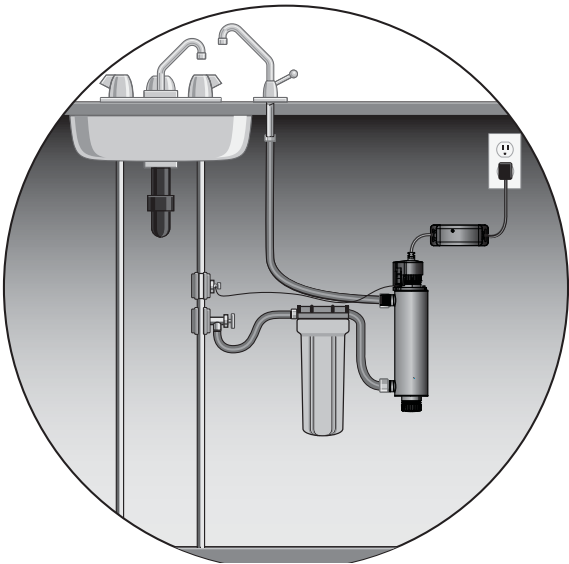

Figura 2 Sistema de desinfección
- En Figura 2 se muestra la instalación de un sistema de punto de uso típico (POU) y los componentes relacionados que se pueden usar para la instalación. Se recomienda el uso de un conjunto de desvío en el caso de que el sistema requiera mantenimiento fuera de línea. En dicho caso, tenga en cuenta que el sistema requiere una desinfección adicional para el sistema de distribución si se usa agua durante la condición de desvío. Además, durante el desvío, el agua NO se desinfectará y se deberá colocar físicamente la etiqueta "NO CONSUMIR EL AGUA" en el conjunto de desvío hasta que el sistema se haya saneado y puesto en servicio nuevamente. Para obtener más información, consulte Sección 3.2. Si el agua se va a consumir mientras el sistema está fuera de línea, se deberá hervir durante dos minutos antes del consumo.